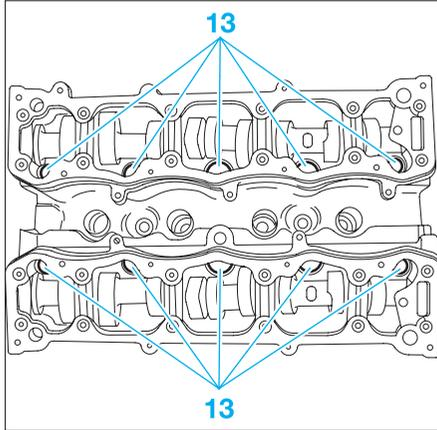

FIG. 26
- la plaque support durits (12)
- Desserrer progressivement et en spirale les vis (13) en commençant par l'extérieur (Fig.26). Déposer les vis de culasse.